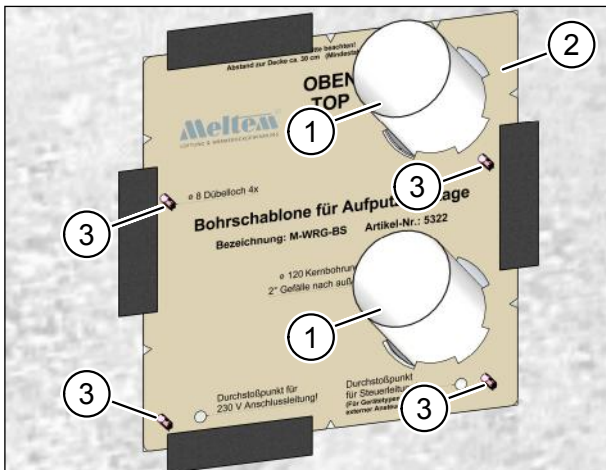

Abb. 14: Lüftungsrohre an der Innenwand
- ▶ Setzen Sie die Bohrschablone (Pos. 2 in Abb. 14) an der Innenwandseite auf.
- ▶ Fixieren Sie die Bohrschablone mit den vier S8-Dübeln (Pos. 3 in Abb. 14).
- ▶ Schieben Sie beide Lüftungsrohre (Pos. 1 in Abb. 14) so durch die Kernlochbohrungen, dass sie an der Innen- und Außenwand überstehen. Die Lüftungsrohre werden an der Innenwand durch die Bohrschablone für das Lüftungsgerät (Pos. 2 in Abb. 14) fixiert.